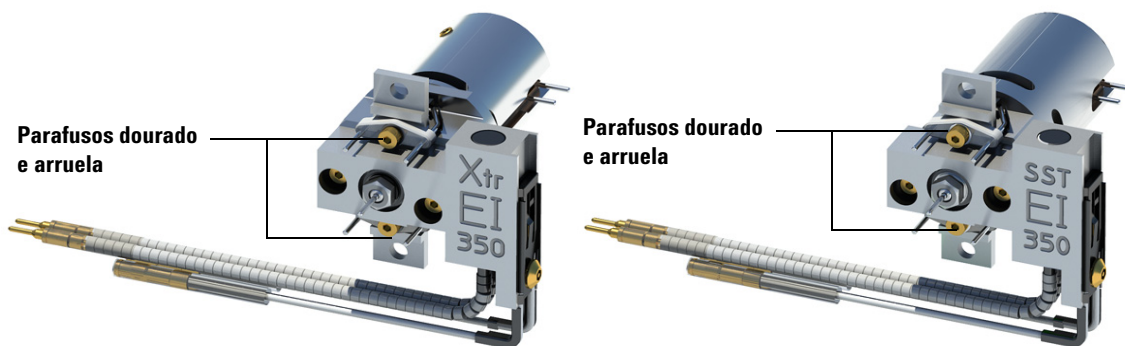

Figura 49 Troca do filamento
- 4 Remova o parafuso revestido em ouro e a arruela dos filamentos. (Consulte Figura 49 na página 166).
- 5 Fixe os novos filamentos usando o parafuso revestido em ouro e a arruela. (Consulte Figura 49).